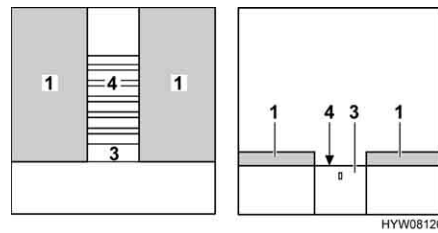

Fig. 87 Durante la transformación
- Extraer completamente el somier (Fig. 87,4). Para esto, tirar del dispositivo de extracción (Fig. 87,3).